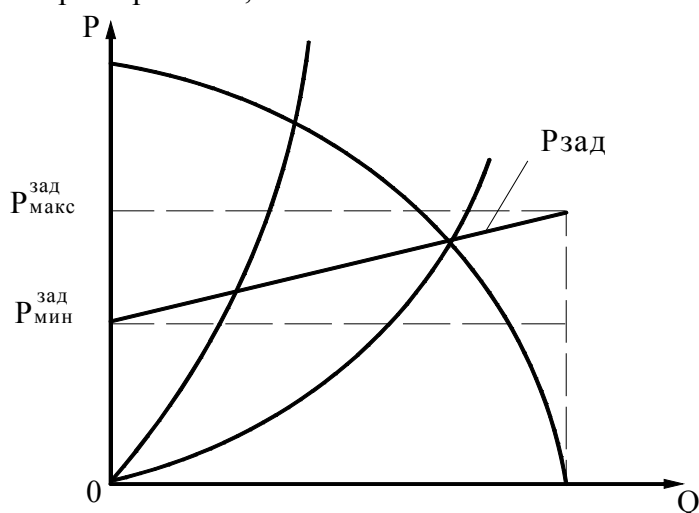

Рис.5.3. Пропорциональное регулирование. Учет гидравлических потерь
**5.1.3. «Пропорциональное регулирование».** Данный режим может быть реализован для любой схемы работы с датчиками. В режиме пропорционального регулирования возможно снижение уставки или заданного перепада давлений  $\Delta P_{\text{зад}}$  при повышении выходного давления и, соответственно, уменьшении расхода, или повышении заданного давления  $P_{\text{зад}}$  или перепада давлений  $\Delta P_{\text{зад}}$  при увеличении расхода и уменьшении выходного давления (рис. 5.3). Коррекция заданного перепада давлений производится по сигналам датчика, установленного в напорной магистрали.